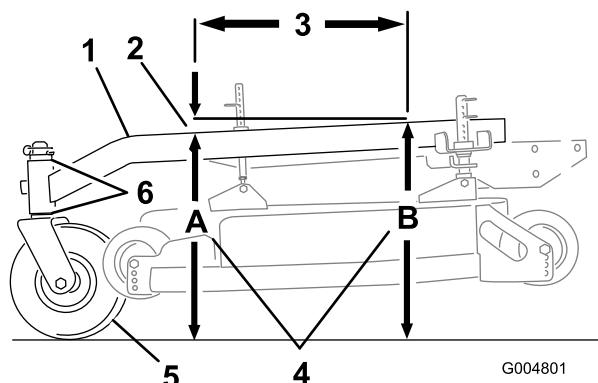

Figura 56
Il telaio portante deve avere un'inclinazione da 3 a 10 mm per la lunghezza di 61 cm sul telaio portante (Figura 56).
- Misurate la sporgenza di 61 cm sul telaio portante (Figura 56).
- Misurate l'altezza del telaio portante al punto **A** (Figura 56).
- Misurate l'altezza del telaio portante al punto **B** (Figura 56).
- L'altezza al punto **A** deve essere di 3-10 mm inferiore rispetto al punto **B** (Figura 56).
- Se il telaio portante non è corretto, spostate i distanziali orientabili in modo da ottenere un angolo di inclinazione di 3–10 mm (Figura 56). Spostate i distanziali dall'alto o dal basso per ottenere l'inclinazione corretta.